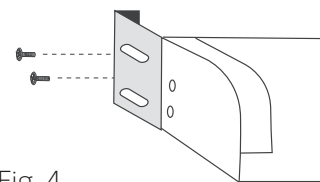

Fig. 4
d. Instale la abrazadera de la cenefa con tornillos (Fig. 4).